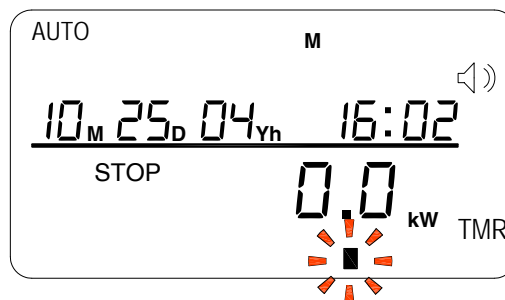

Abbildung 18
17. Halten Sie **MENU** erneut für 3 Sekunden gedrückt. Die Anzeige wechselt auf die Normalansicht, nachdem **SET** und TMR erloschen sind, siehe Abbildung 18.